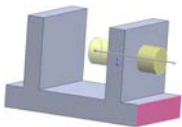

图 3-10 成形到一面
- [成形到一面]：从草图的基准面拉伸到所选的曲面以生成特征如图 3-10 所示。